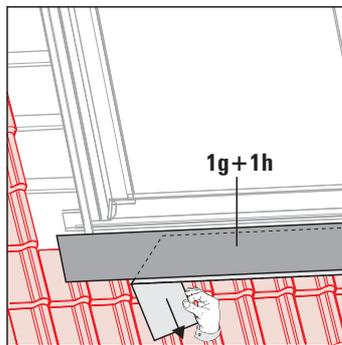

Fig. 3-59 Étape 17
17. Retirer le film de recouvrement inférieur de la bande de bitume. (fig. 3-59).